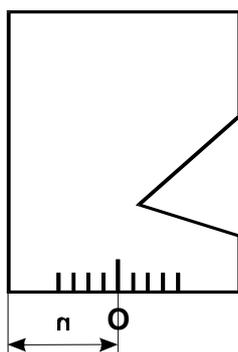

Рисунок 5.4
5.2.6 Если продолжить линию риски СО-3 на ПЭП, то получим точку О выхода луча, которая, обычно, отмечается на боковой поверхности корпуса ПЭП (см. Рисунок 5.4).
5.2.7 По найденной точке выхода луча О определяют стрелу n (Рисунок 5.4) как расстояние между точкой О и передней гранью ПЭП.
Если продолжить линию риски 0 Рисунок 5.7 на ПЭП, то получим точку О выхода луча, которая, обычно, отмечается на боковой поверхности корпуса ПЭП (см. Рисунок 5.4).
По найденной точке выхода луча О определяют стрелу n (Рисунок 5.4) как расстояние между точкой О и передней гранью ПЭП.
Если продолжить линию риски 0 Рисунок 5.7 на ПЭП, то получим точку O выхода луча, которая, обычно, отмечается на боковой поверхности корпуса ПЭП (см. Рисунок 5.4).
По найденной точке выхода луча O определяют стрелу n (Рисунок 5.4) как расстояние между точкой O и передней гранью ПЭП.